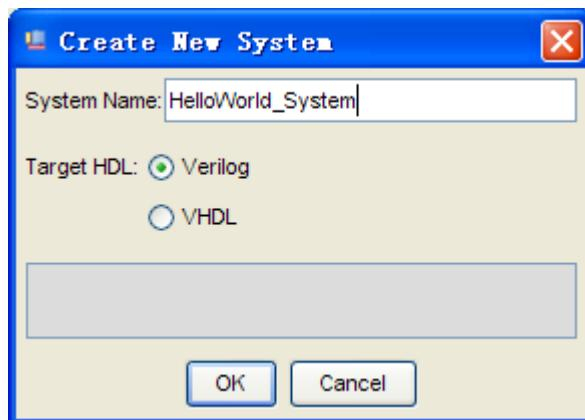

图 6-1 添加系统名称并指定语言
3. 点击 Quartus II 软件右上方图标  打开 SOPC Builder，创建一个 SOPC 系统。填写系统名称为 HelloWorld\_System，并指定 Verilog 为描述系统的语言（注意：在添加系统名称时不可以与工程名相同）如图 6-1。